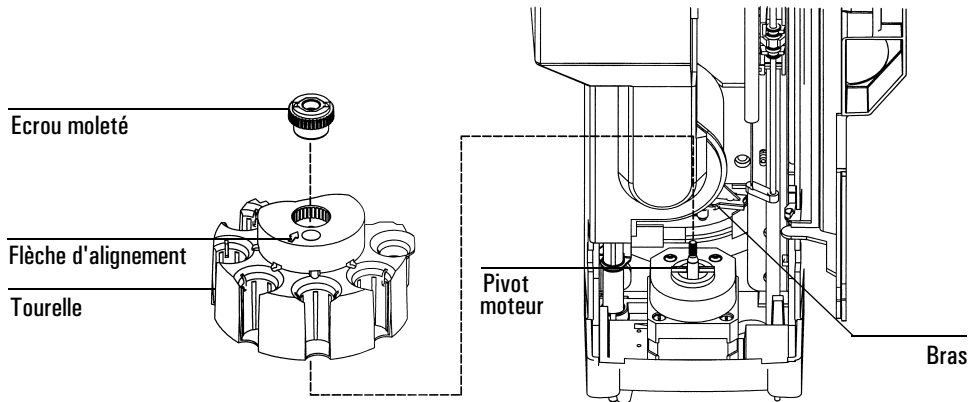

Figure 10 Démontage de la tourelle
3. Ouvrez la porte de l'injecteur. Dévissez l'écrou moleté et retirez-le du haut de la tourelle. Voir la Figure 10.
4. Faites pivoter la tourelle de façon à ce que la partie ouverte soit dirigée vers l'arrière de la tour d'injection et que la flèche située sur le dessus de la tourelle pointe directement vers l'arrière (voir la Figure 10). Poussez le bras vers l'arrière, soulevez la tourelle de façon à dégager l'axe central.